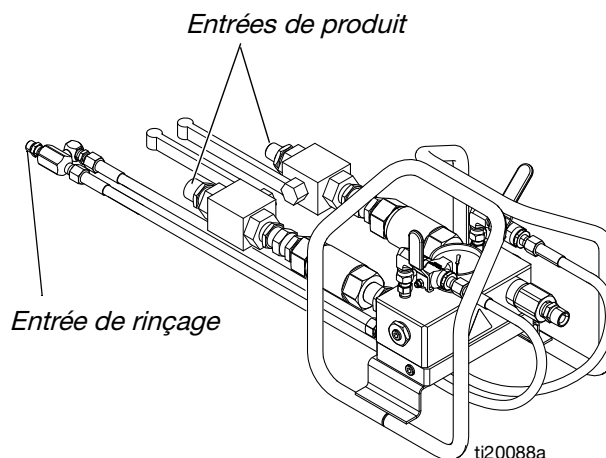

FIG. 23
2. **Systèmes 262869, 262898, et 262943:** Raccorder les tuyaux de A de 19 mm (3/4 po.) et de B de 12,7 mm (1/2 po.) aux vannes à bille d'admission de produit sur le collecteur mélangeur. Voir la FIG. 23.
Systèmes 24W626 et 262945 : Changer le mamelon d'entrée du côté de B et raccorder les tuyaux de A de 19 mm (3/4 po.) et de B de 19 mm (3/4 po.) aux vannes à bille d'admission de produit sur le collecteur mélangeur. Faire attention de bien raccorder les mêmes codes de couleur des tuyaux de produit (vert et bleu) aux mêmes couleurs sur le collecteur mélangeur. Voir la FIG. 23.
4. Guider les tuyaux de rinçage mauves venant du collecteur sous le tiroir du collecteur et les raccorder au tuyau de rinçage de 6,3 mm (1/4 po.) dans le faisceau de tuyaux. Voir la FIG. 23.